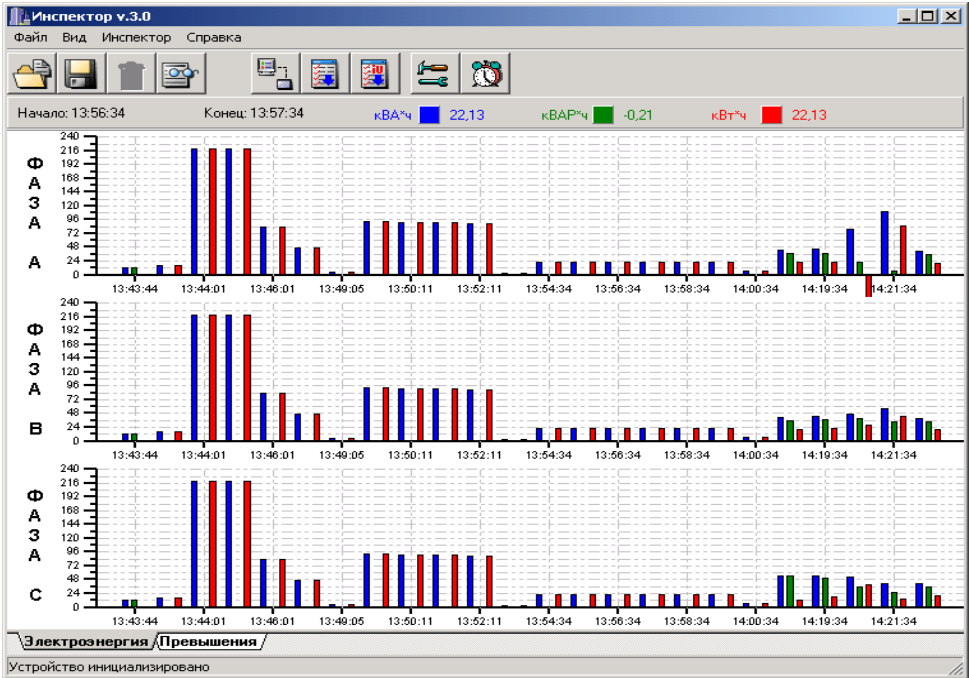
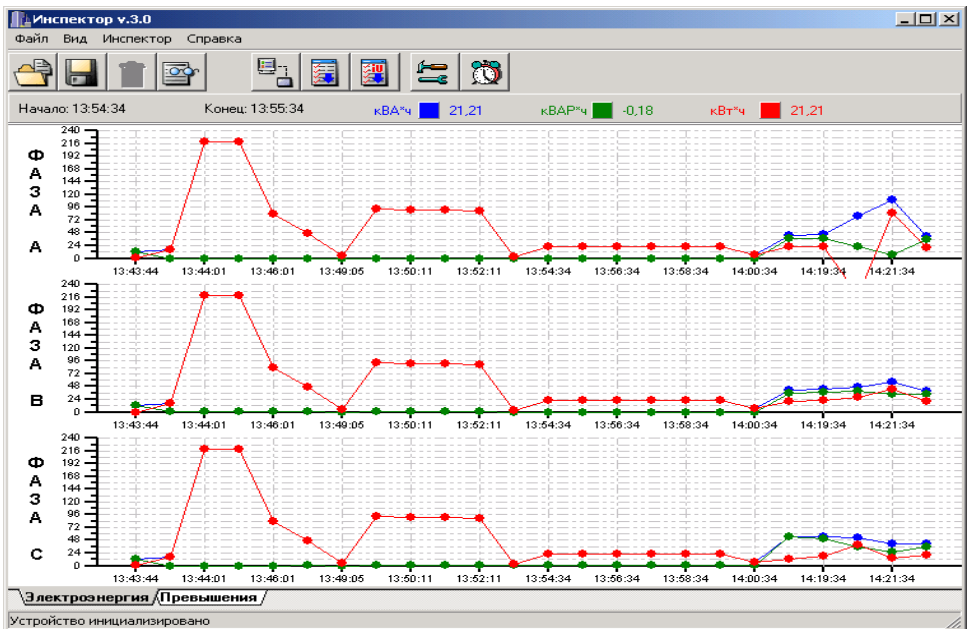

Рис. 7 График потребления электроэнергии в виде диаграммы
Рис. 8 График потребления электроэнергии в виде графика
2.4.19 Программа «Инспектор-3» позволяет получить график потребления электроэнергии контролируемой электроустановкой в виде диаграммы (рис. 7) или графика (рис. 8) с привязкой к текущему времени.